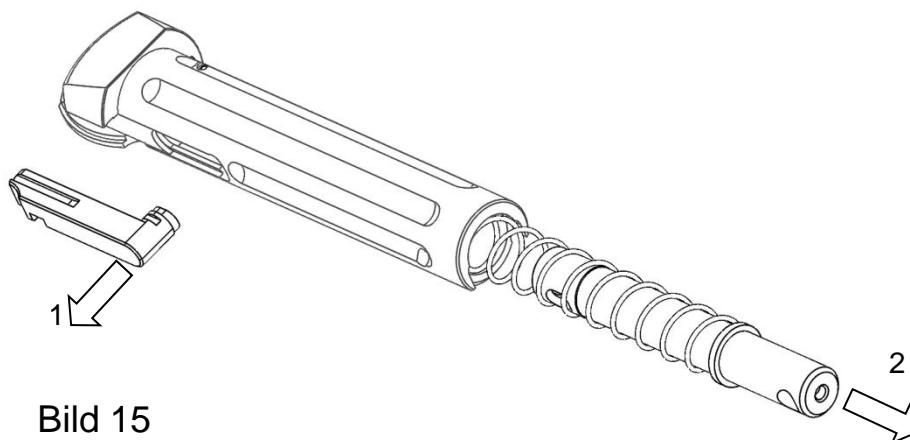

Bild 15
- Den Schieber in vorderer Position herausnehmen (1) (Bild 15)
- Das Steuerstück in axialer Richtung entnehmen (2).